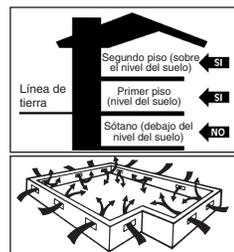

Figura 1
- Los entrepisos bajos deben tener un mínimo de 46 cm (18") del suelo a la parte inferior de las vigas. Se recomienda cubrir el suelo con una película de polietileno negro de 6-20 milésimas de pulgada que actuará como barrera de vapor, con las juntas espaciadas a 6" (15 cm) y selladas con cinta adhesiva resistente a la humedad. El entrepiso bajo deberá tener una ventilación de perímetro igual a 1.5% correspondiente al área en pies cuadrados (m2) del entrepiso bajo, como mínimo. Estas aberturas de ventilación deberán estar debidamente ubicadas para promover la ventilación cruzada (Figura 1). Donde sea necesario, las normas locales prevalecerán.